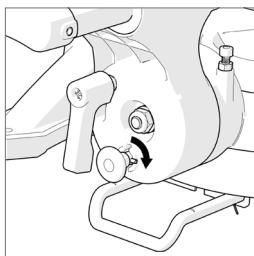

Fig. 35
- Tournez la goupille d'un quart de tour (**Fig. 35**)